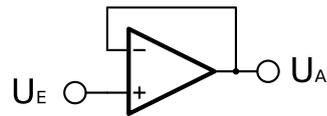

Abbildung 3.14: Schaltbild des Impedanzwandlers
- Bauen Sie den Impedanzwandler gemäß Abb. 3.14 auf und stellen Sie  $U_A$  als Funktion von  $U_E$  im Bereich von  $-10\text{V}$  bis  $10\text{V}$  grafisch dar.